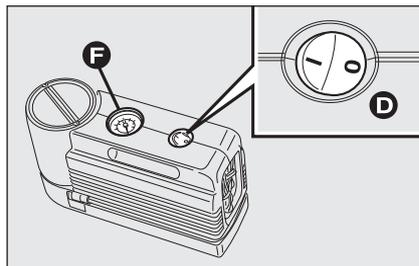
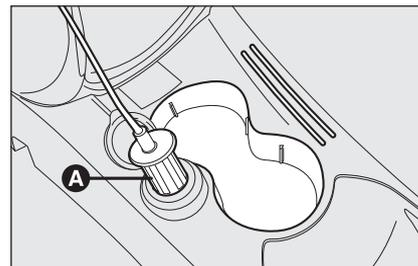

fig. 5
fig. 6
- s'assurer que l'interrupteur **D-fig. 5** du compresseur est en position 0 (éteint), lancer le moteur, insérer la fiche **A-fig. 6** dans la prise de courant la plus proche et actionner le compresseur en déplaçant l'interrupteur **D-fig. 5** en position **I-fig. 5** (allumé). Gonfler le pneu à la pression prescrite au paragraphe "Pression de gonflage" au chapitre "Caractéristiques Techniques". Nous conseillons de vérifier la valeur de la pression du pneu sur le manomètre **F-fig. 5** quand le compresseur est éteint, afin d'obtenir une lecture plus précise;